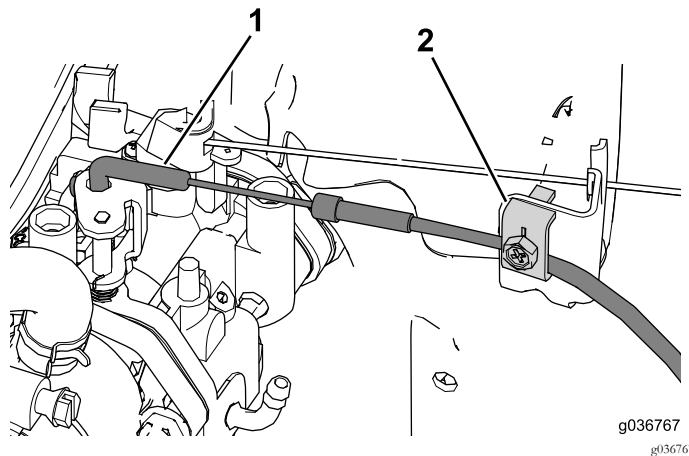

图34
2. 将油门拉索端部的弯头放入阻风门总成 图34。
3. 用拉索夹将阻风门拉索固定到位 图34。